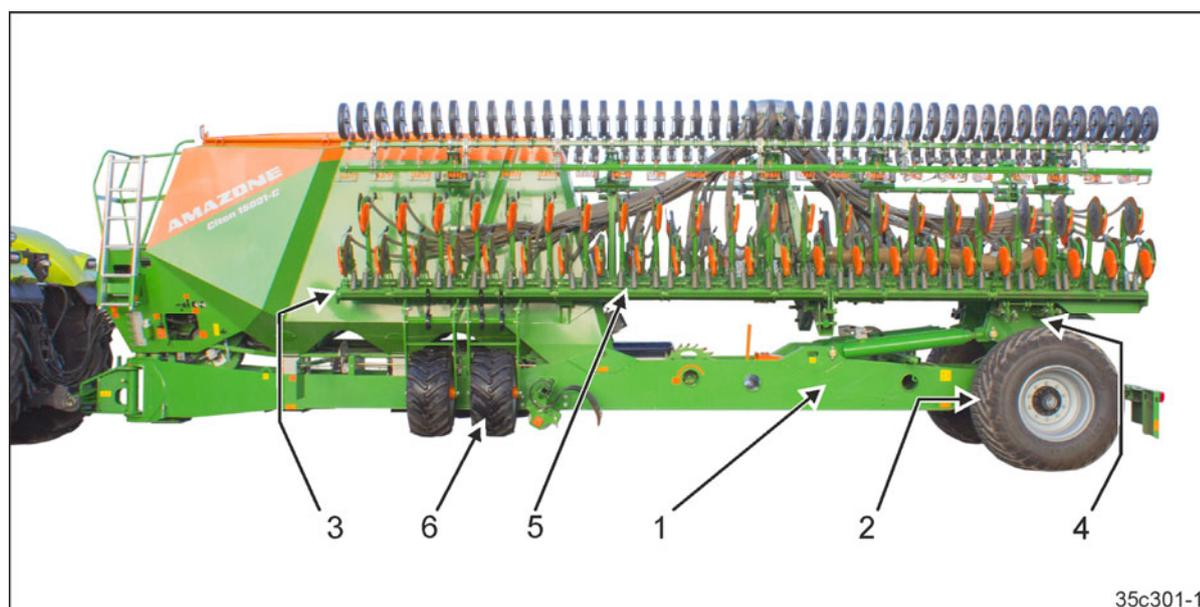

Рис. 38
- основную раму (Рис. 38/1) с ходовой частью (Рис. 38/2) и бункером (Рис. 38/3).
- складная задняя рама (Рис. 38/4)
- две консоли машины, складывающиеся для транспортировки (Рис. 38/5)
- Опорные колеса для консолей машины (Рис. 38/6).